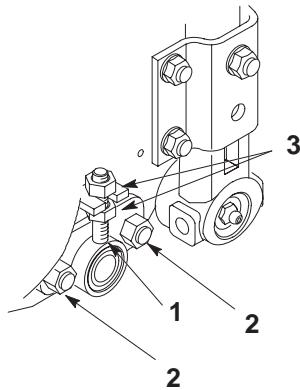

図5
6. ベッドバー・アジャスタをカッティングユニットのサイド・プレートに固定しているロックナット(2個)をゆるめる(図5)
7. ベッドバー・アジャスタを上または下に動かして調整する。ベッドナイフとリールが最初に触れ合ってから2ノッチ以内で、ベッドナイフの全長にわたって紙がきれいに切れるように調整する(図5)